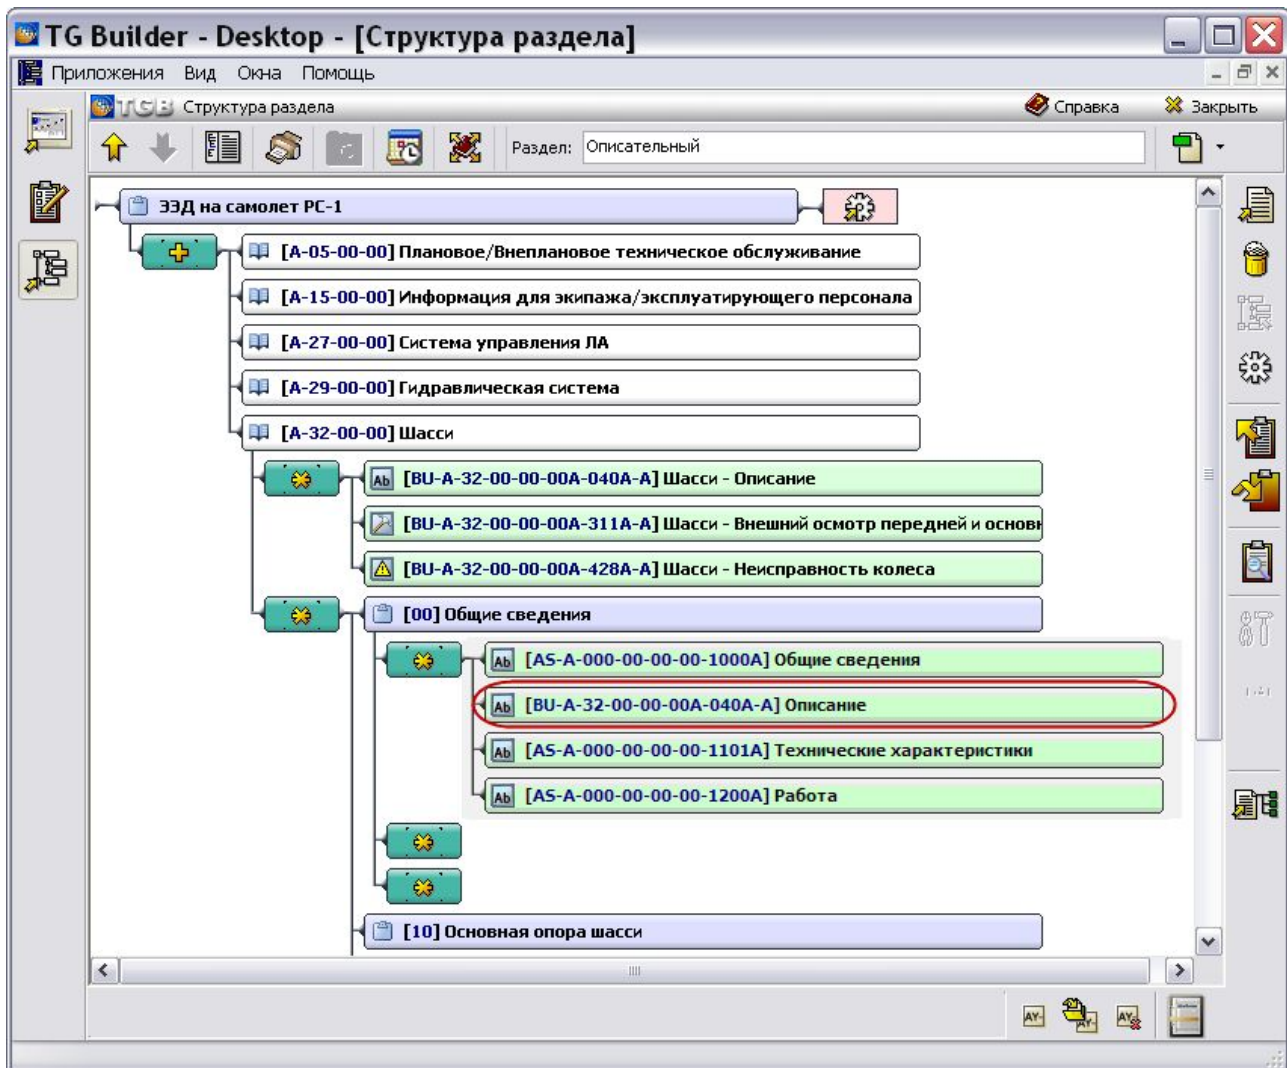

Рис. 8.9
8. У обведенного на Рис. 8.9 модуля данных изменилась структура кода и его значение. Структура кода модуля данных «Описание» соответствует установленной по умолчанию для текущего проекта.